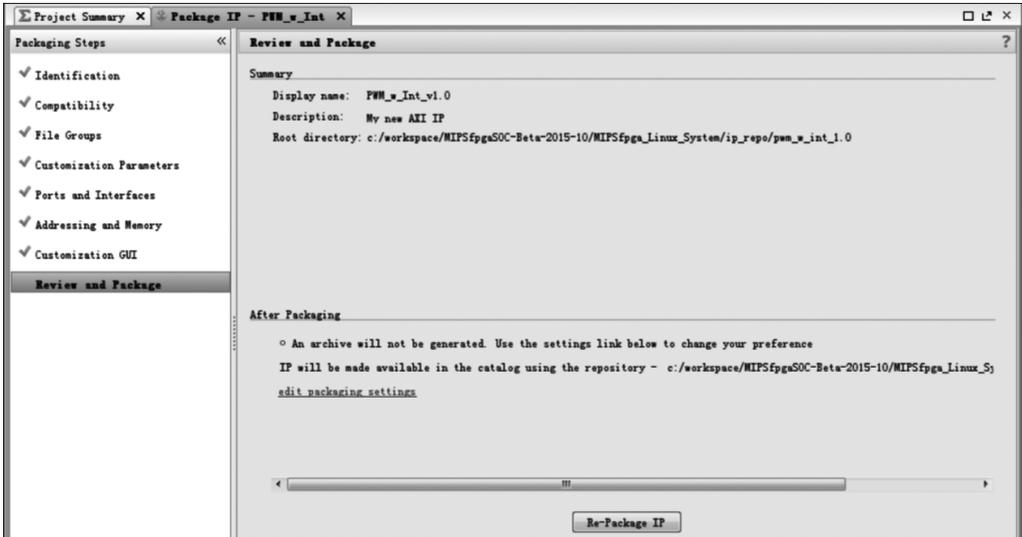

图 3-15 完成 IP 封装
(10) 最后选择 Review and Package 选项,确认设置正确无误后单击 Re-Package IP 按钮,等待 Vivado 完成 edit\_PWM\_w\_Int\_v1\_0 工程模块的封装(IP 封装完成后,通常当前的 Vivado 工程会自动关闭并退出),如图 3-15 所示。